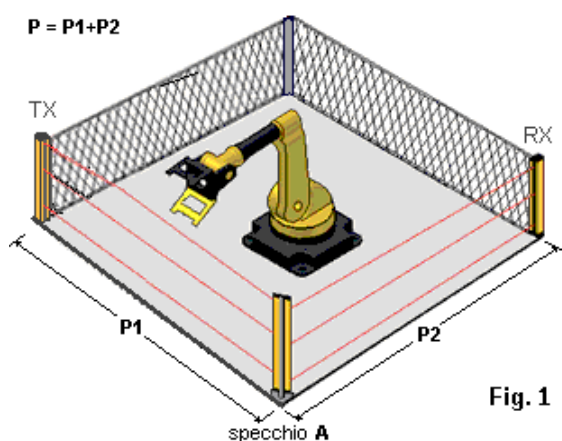

Fig. 1
- protezione a “ L “ quando la barriera protegge 2 lati con l'impiego di 1 specchio come da fig. 1